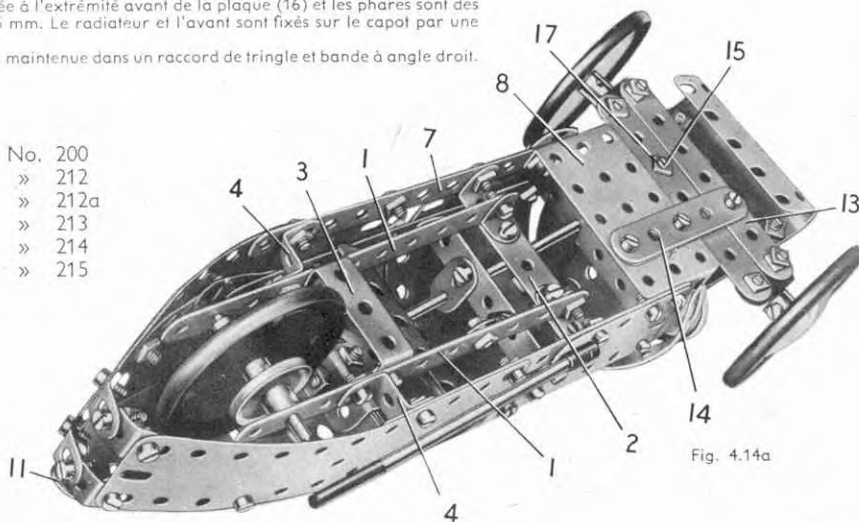

Fig. 4.14a
Le châssis de la voiture se construit en fixant deux bandes de 11 trous (1) sur une bande coudée de 60×12 mm. (2) par des équerres, et en les réunissant ensuite l'une à l'autre par une bande coudée de 38×12 mm. (3). Les rebords de la bande coudée (2) et les équerres renversées (4) servent à fixer la carrosserie sur le châssis. Chaque côté est formé d'une plaque flexible de 6×4 cm. (5) et d'une de 14×4 cm. (6) boulonnées sur une bande de 11 trous (7). Les extrémités arrière des plaques (6) sont réunies par 4 équerres à 135° disposées par paires (fig. 4.14a). Une plaque à rebords de 6×4 cm. (8) boulonnée entre les deux côtés de la carrosserie déborde d'un trou les extrémités avant des bandes (7). Le dessus du capot est une plaque flexible de $11,5 \times 6$ cm. incurvée de façon voulue et boulonnée entre les plaques (5). Les boulons (9) et (10) qui la tiennent en place servent également à fixer des bandes coudées de 60×12 mm. entre les côtés, de façon à renforcer le capot. L'arrière est constitué par deux plaques cintrées de 43 mm. de rayon, et il est complété par trois bandes de 5 trous (11). Le siège est une plaque cintrée en U fixée par une embase triangulée coudée sur une bande de 5 trous (12). Cette bande est réunie par un support plat à une bande incurvée épaulée, et l'ensemble est fixé sur une équerre boulonnée aux plaques cintrées de 43 mm. de rayon. La roue arrière est fixée sur une tringle de 5 cm. passée dans les bandes (1) et tenue en place par deux poulies de 25 mm. L'essieu avant est une bande de 7 trous (13) boulonnée entre deux bandes de 5 trous (14) fixées sur la plaque à rebords (8) l'une au-dessous de l'autre. Chacune des roues avant est fixée sur une tringle de 4 cm. qui passe dans un support double. Un support plat est bloqué par un écrou sur un boulon de 9,5 mm. passé dans le trou central du support double; le boulon est ensuite articulé sur la bande (13) par contre-écrou. Une seconde bande de 7 trous (17) est fixée par contre-écrou aux extrémités des supports plats; deux équerres disposées de façon à former une pièce en U, sont fixées sur cette bande par un boulon (15). Le tube de direction est une manivelle qui passe dans la bande coudée tenue par les boulons (9) et dans un support plat fixé sur la bande coudée tenue par les boulons (10). Son extrémité incurvée s'insère entre les équerres tenues par le boulon (15). Le radiateur et l'avant sont constitués par une plaque flexible de 6×6 cm. (16) fixée sur une plaque semi-circulaire. Une plaque cintrée en U est boulonnée à l'extrémité avant de la plaque (16) et les phares sont des poulies de 25 mm. fixées sur des boulons de 9,5 mm. Le radiateur et l'avant sont fixés sur le capot par une équerre.